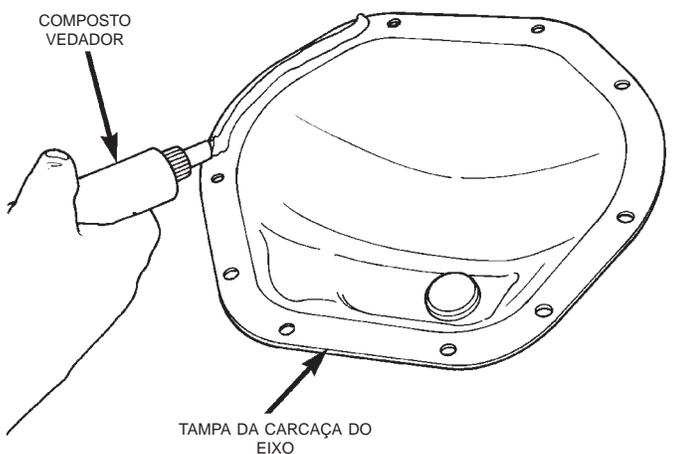

Fig. 8 Aplicação de Composto Vedador
(4) Limpe a cavidade do alojamento com óleo nivelado, óleo de motor leve ou um pano sem fiapos. **Não use água, vapor, querosene ou gasolina para limpeza.**
(5) Remova o composto vedador original do alojamento ou das superfícies da tampa.
(6) Aplique um filete de Composto Vedador de Borracha Silicone Mopar ou equivalente, na cobertura do alojamento (Fig. 8).